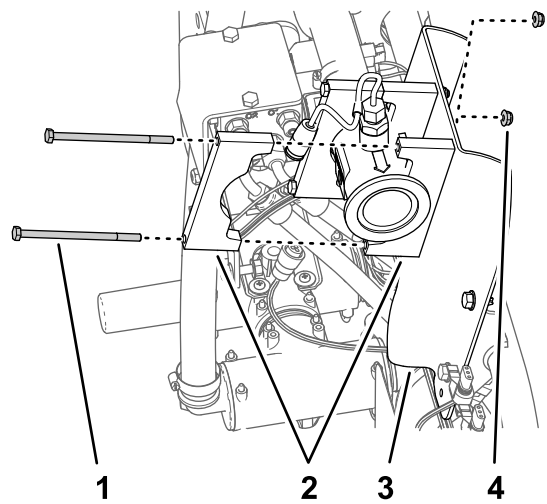

图75
3. 对齐流量计与流量计支架之间的两半支撑夹具分别对齐两半支撑夹具与支架中的孔图75。
4. 对齐流量计后侧支撑夹具的一半与您在步骤 3 中组装的两半夹具的其中一个图75。
5. 使用 2 个螺栓¼ x 4½ 英寸和 2 个凸缘锁紧螺母¼ 英寸将两半的夹具组装到流量计支架图75。